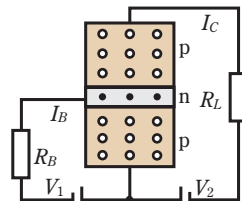

図3
**問 1** 図3の回路で、コレクタ電流  $I_C$  が  $3 \text{ mA}$ 、ベース電流  $I_B$  が  $10 \mu\text{A}$  であった。この回路のエミッタ電流  $I_E$  を求めよ。
**問 2** pnp形トランジスタを図3に示すように接続したとき、キャリアはどのように移動するか。図の中のキャリアに矢印をかき、キャリアが移動する向きと流れる電流の向きを示せ。